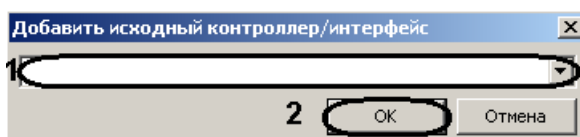

Рис. 3.7—15 Добавление контроллера
4. Выбрать из раскрывающегося списка необходимый объект, соответствующий контроллеру V2000 (см. Рис. 3.7—15, 1).
5. Нажать кнопку **OK** (см. Рис. 3.7—15, 2).